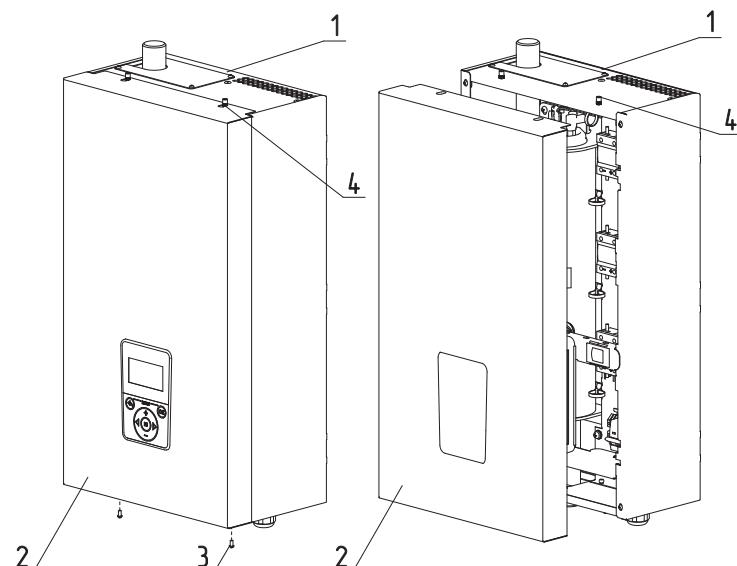

Рис.18 Снятие кожуха
- выкрутить болты крепления (**Рис.18 поз.3**);
- переместить кожух вверх, сняв с зацепов (**Рис.18 поз.4**);